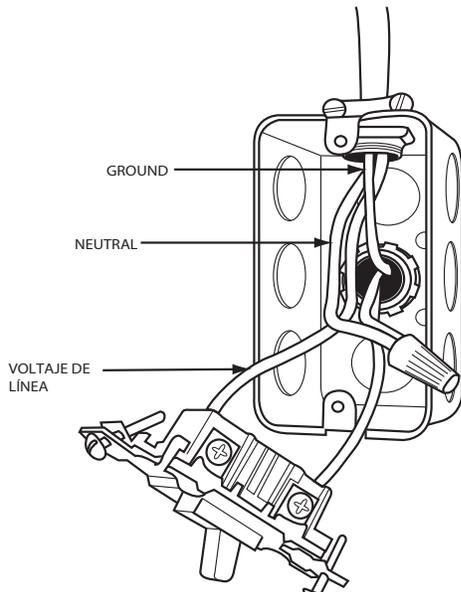

Fig. 35 – Caja eléctrica externa
1. Taladre dos (2) agujeros guía de 3 mm (1/8 in) a través de las hendiduras de la carcasa del calefactor cerca del agujero prepunzonado de 7/8 in en uno de los lados de la carcasa. No quite la tapa del agujero prepunzonado del lado de la carcasa.
- Conecte los cables de alimentación y neutro del sitio a los cables de alimentación del calefactor dentro de la caja eléctrica externa, como se muestra en la Fig. 35.